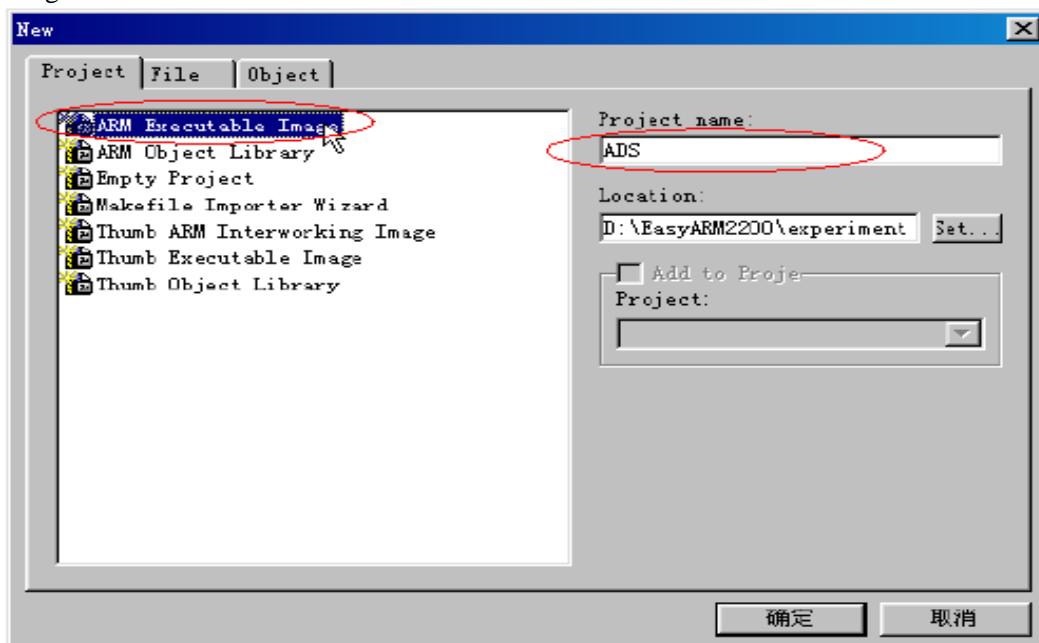

图 1.1 建立 ARM 指令代码的工程
1. 启动 ADS1.2 IDE 集成开发环境，选择【File】->【New...】，使用 ARM Executable Image 工程模板建立一个工程，工程名称为 ADS，见图 1.1。